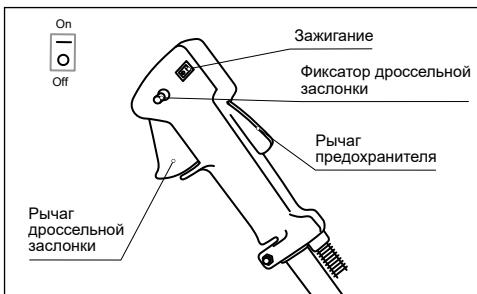

Рис. 13
- Переведите выключатель зажигания, расположенный на рукоятке управления, в положение ON/1 (рис. 13).
2. Включите зажигание выключателем, расположенным на управляющей рукоятке (рис. 13).